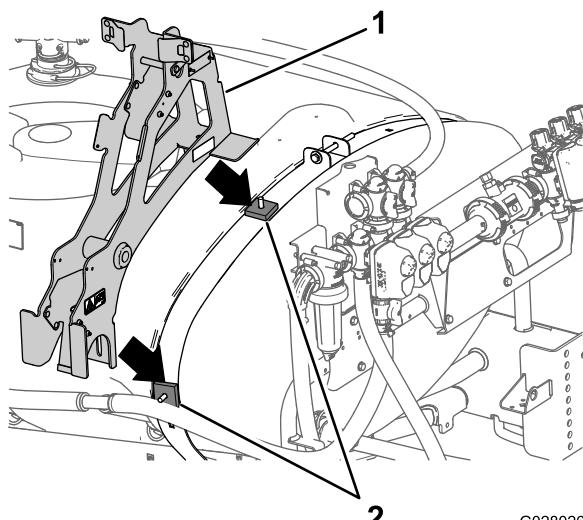

図3
5. 先ほど取り付けたキャリッジボルトに、四角いスペーサーを2個取り付ける図3。